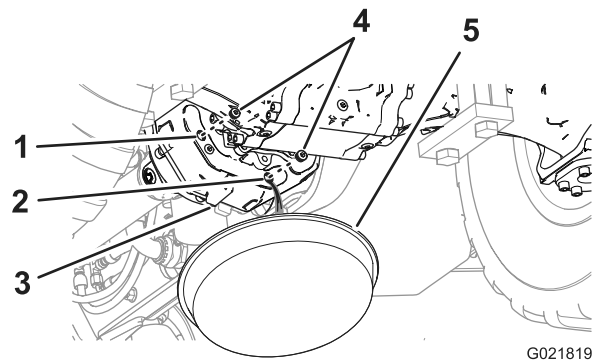

Bild 73
1. Stellen Sie eine Auffangwanne unter die Rückseite des Getriebegehäuses (Bild 73).
2. Entfernen Sie die Schrauben aus der Ablassöffnung und der Schauglasöffnung im Getriebegehäuse (Bild 73).